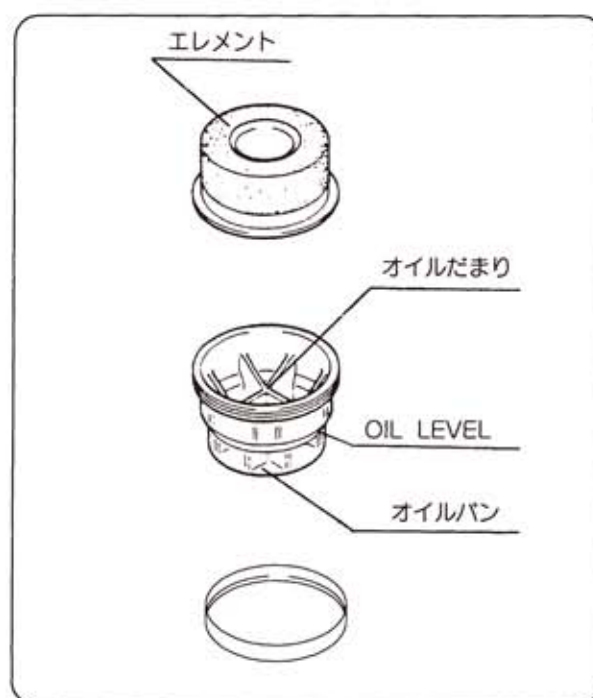

図40
- ② オイルが不足しているときは、オイルレベルまで補充してください。汚れがひどいときにはオイルパン・エレメント共、白灯油で洗浄しエレメントはエンジンオイルに浸し滴下しない程度に振り切ってください。(図40)
- ③ オイルパンはよく洗浄し、新しいエンジンオイル(SC級以上)をレベルまで入れてください。(図40)